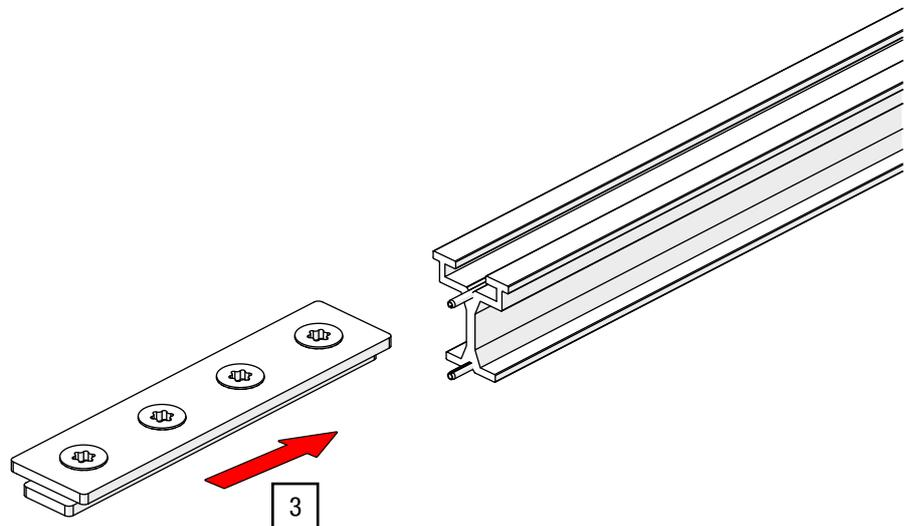

Abb. 44: Schienenverbinder – in Schiene einfügen
3. Schieben Sie den vormontierten Schienenverbinder vollständig in den Nutenkanal eines Schienenteils (siehe Abb. 44).